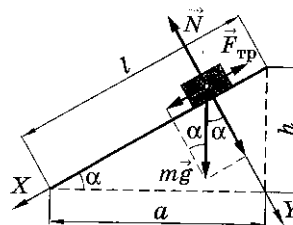

Рис. 4
Второй способ измерения коэффициента трения скольжения не требует непосредственного измерения сил и соответственно использования динамометра. В этом случае один из концов линейки с помещённым на ней бруском и грузом постепенно приподнимают до тех пор, пока при небольшом толчке брусок не начнёт равномерно скользить вниз по линейке (рис. 4). В этот момент линейка образует угол  $\alpha$  с горизонталью, а сумма проекций сил на оси X и Y, действующих на тело, будет равна нулю:
9. Отсоедините динамометр от бруска. На один из концов линейки поместите брусок с одним грузом и медленно приподнимайте его (см. рис. 4). Измерьте высоту подъёма  $h$  конца линейки, когда при небольшом толчке брусок начинает скользить вниз равномерно.